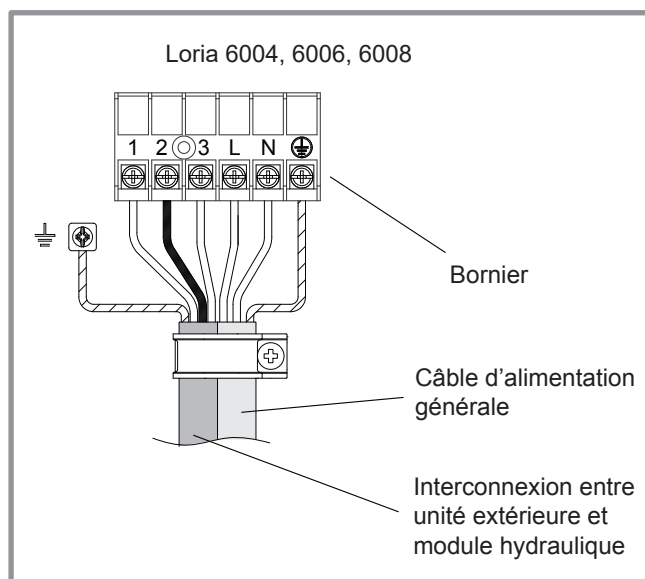

figure 26 - Connexions au bornier de l'unité extérieure
- Déposer le capot (figure 26).